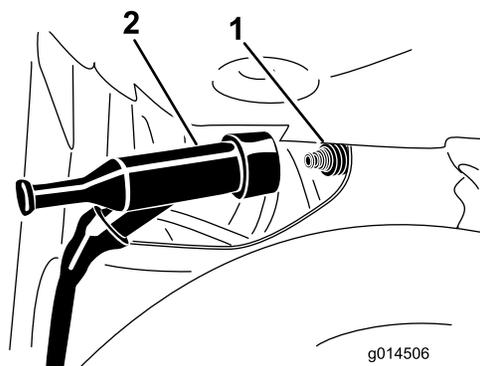

Figura 46
- Desconecte el cable de la bujía del terminal de la bujía (Figura 46).
4. Conecte el cable de la bujía a presión en el terminal de la bujía (Figura 46).